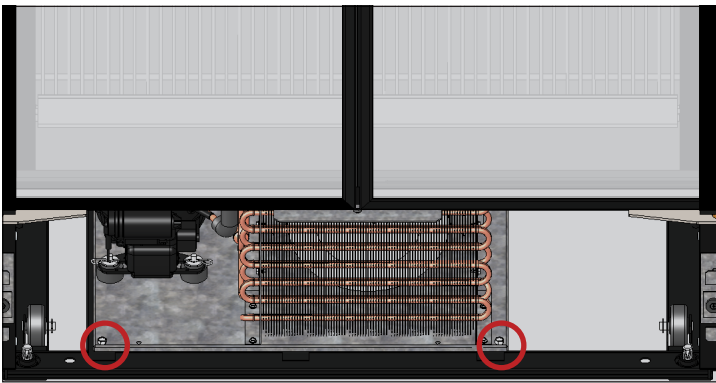

Abb. 5. Entfernen der Schrauben des Verflüssigersockels.
5. Entfernen Sie die Schrauben des Verflüssigersockels. Siehe Abb. 5.